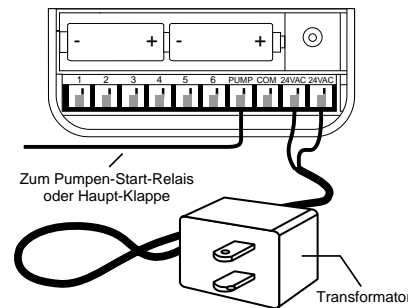

ABB. 20: Anschluß des Pumpenanlassers und des Hauptventils am Transformator
- Schließen Sie den Transformator an [siehe Abbildung 20].